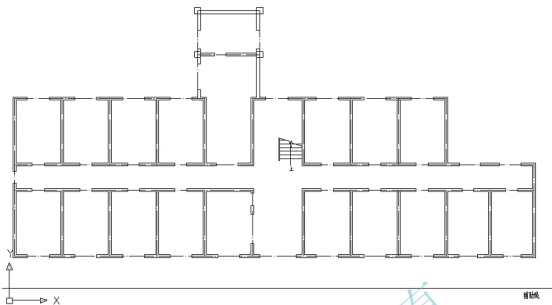

图 3.37 关闭【门窗】图层和【室外】图层
(4) 打开【轴线】图层，将【门窗】层和【室外】图层关闭，如图 3.37 所示。